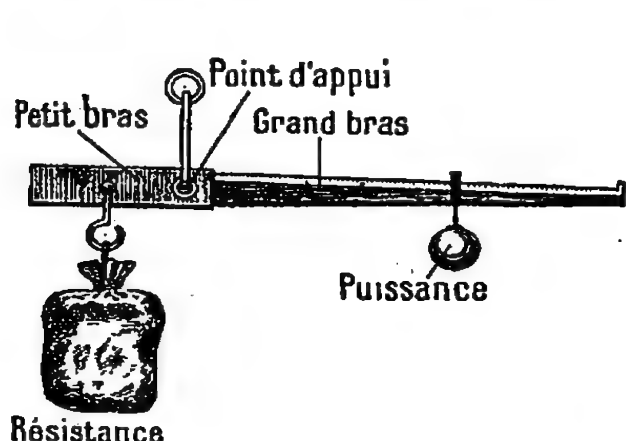

Fig. 522. — Balance romaine. Bras inégaux, à longueur variable; puissance uniforme.
**5. Balance romaine.** — Dans la *balance romaine* (fig. 522), employée surtout dans les campagnes, les bras du fléau sont inégaux;